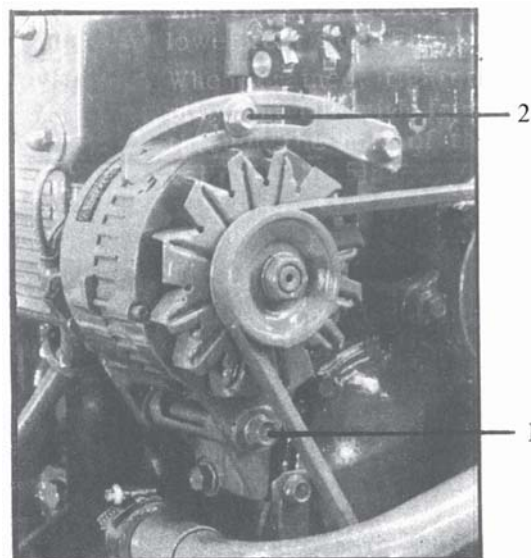

Рис. 27
Проверяйте натяжение ремня и регулируйте при необходимости. Слишком тугое натяжение может привести к быстрому износу ремня и повреждению частей генератора. При слишком слабом натяжении или при попадании на ремень масла, мощность генератора падает из-за проворотов шкива. Никогда не регулируйте натяжение ремня при работающем двигателе. При нормальном натяжении ремня прогиб не должен превышать 7–10 мм под усилием 10 кгс (нажатие большим пальцем руки) на центральную точку верхнего отрезка между двумя шкивами. Для регулировки натяжения ремня ослабьте гайки крепления генератора (1 снизу и 2 сверху), сместите генератор влево или вправо до получения необходимого натяжения (рис. 27). Затяните гайки крепления генератора.
Ослабьте гайки крепления генератора (1) и (2) рис. 27. Отодвиньте генератор в самое крайнее положение так, чтобы ремень легко снялся.